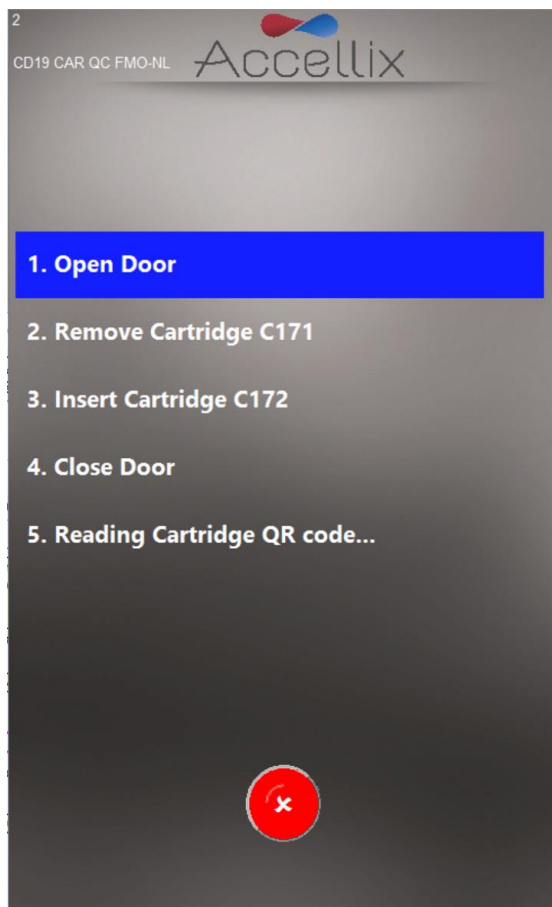

Abbildung 45: Bildschirm „Multi-cartridge Remove Cartridge“ (Multi-Kartusche – Kartusche entfernen)
1. Der Bildschirm **Multi-cartridge Remove Cartridge** (Multi-Kartusche – Kartusche entfernen) weist den Benutzer an, die erste Kartusche zu entfernen und die nächste Kartusche in der Reihenfolge einzusetzen (Abbildung 45).